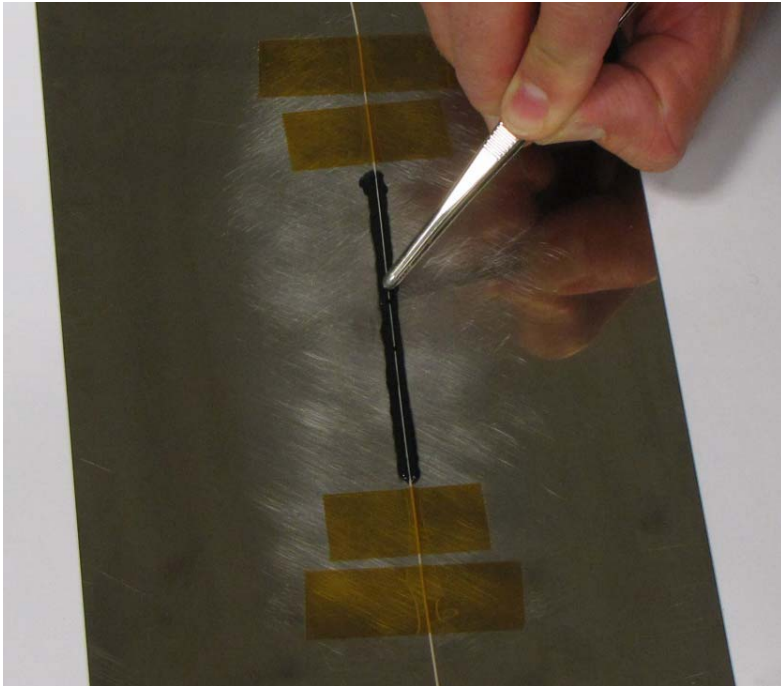

Abb. 2.6: Andrücken der optische Sensorfaser OptiMet-PKF mit runder Pinzette
2. Drücken Sie die optische Sensorfaser OptiMet-PKF zusätzlich mit einer abgerundeten Pinzette leicht an die Bauteil-Oberfläche an (Abb. 2.6).